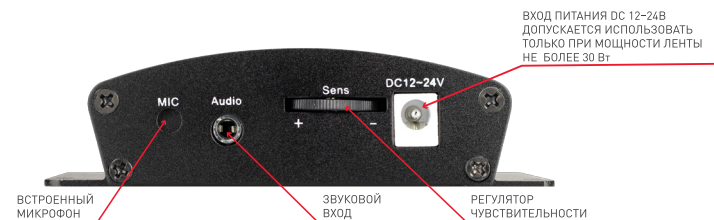

Рис. 2. Назначение элементов, расположенных на боковой стороне контроллера.
- 3.6. При использовании аудиовхода, подключите источник сигнала ко входу Audio (Рис. 2).